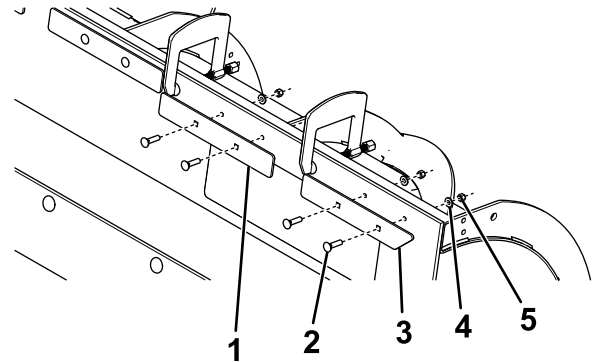

Figura 2
Nota: Si su pala no tiene taladros para usar como guía, utilice la Figura 2 como guía para la perforación.
- Sujete las pletinas de 45° a los taladros exteriores usando 4 pernos de cuello cuadrado (5/16"), 4 arandelas (5/16") y 4 contratuercas de nylon (5/16"), como se muestra en la Figura 2.
- Sujete las pletinas cuadradas a los taladros restantes (Figura 2) usando las fijaciones indicadas a continuación para su quitanieves: